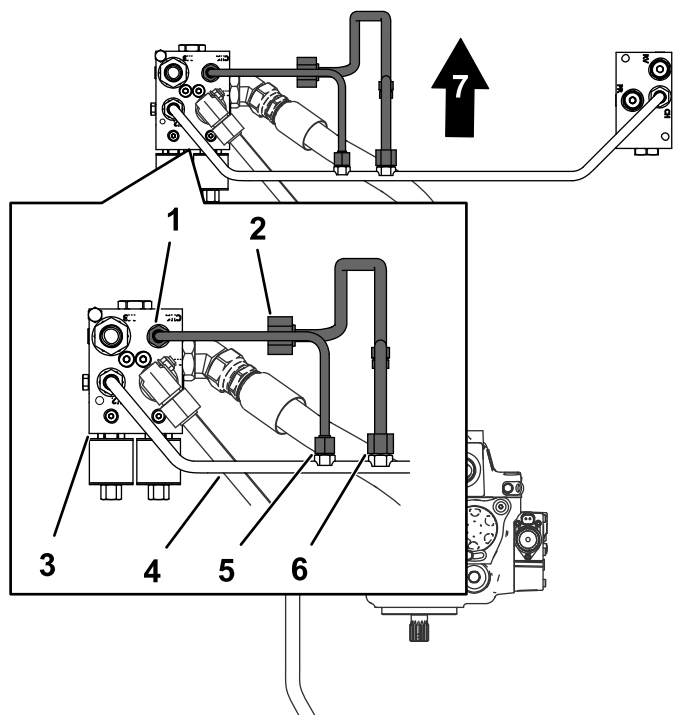

Figura 10
1. Prepare el tubo del filtro hidráulico que guardó en Retirada del tubo transversal \(página 4\). Alinee la tuerca del tubo del filtro hidráulico con el acoplamiento del tubo transversal, según se muestra en Figura 10.
3. Alinee las tuercas del tubo del divisor con los acoplamientos del tubo transversal y del distribuidor del divisor de flujo (Figura 10).